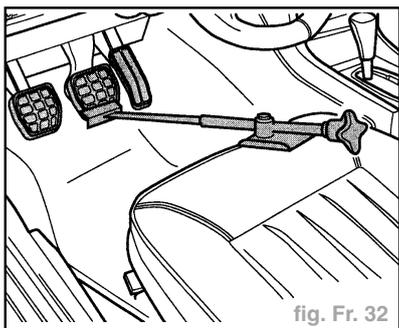

fig. Fr. 32
- Mettre le bloqueur entre le siège du conducteur et la pédale de frein et le serrer (fig. Fr. 32).